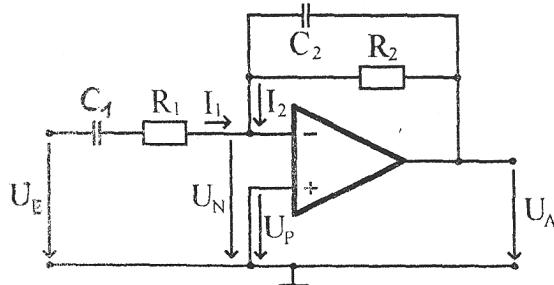

Abbildung 12: Bandpassfilter
Mit der invertierenden Grundschaltung lässt sich auf einfache Weise ein frequenzselektiver Verstärker aufbauen. Ein solcher aktiver Filter weist gegenüber passiven Aufbauten eine deutlich höhere Flankensteilheit auf. Die Trennung zwischen dem Nutzsignal und dem zu unterdrückenden Signal erfolgt hierdurch sehr viel schärfer. Abb. 12 zeigt ein Bandpassfilter, das
Für die Schaltung in Abb. 12 ist
• Bandpassfilter (Abb. 12)